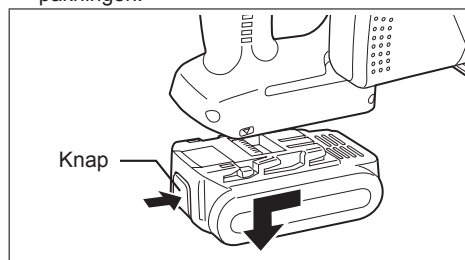

Fig. 3
2. Udtagning af batteripakningen (Se Fig. 3)